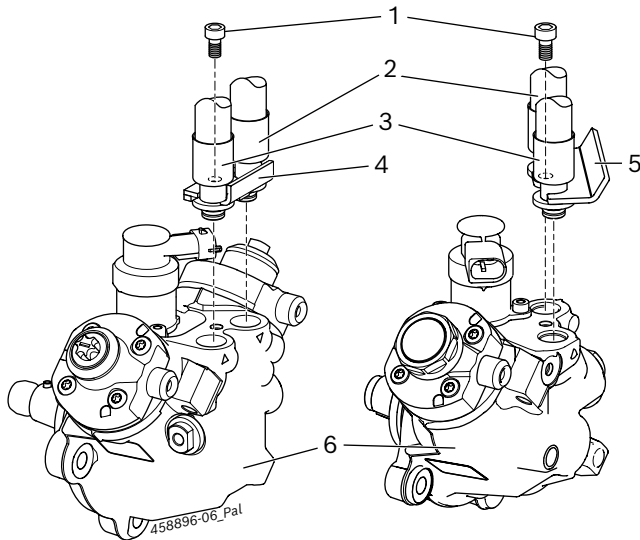

Abb. 4: Prüfanschluss CP4 mit Haltewinkel
! Zum Prüföhlanschluss der CP4 die pumpenspezifischen Schlauchleitungen 1 680 712 351 oder 1 680 712 352 verwenden. Mit pumpenspezifischem Haltewinkel 1 681 038 392 (Abb. 4, Pos. 4) oder Haltewinkel 1 681 038 430 (Abb. 4, Pos. 5) und der Innensechskantschraube M6 x 12 (Abb. 4, Pos. 1) werden die Schlauchleitungen an der CP4 befestigt. Die Schlauchleitungen, Haltewinkel und Innensechskantschraube sind im Lieferumfang vom Teilesatz 1 687 016 125 enthalten.
1. Schlauchleitung für Prüföhlzulauf (Abb. 4, Pos. 2) am Zulaufanschluss der CP4 anschließen.
2. Schlauchleitung für Prüföhlrücklauf (Abb. 4, Pos. 3) am Rücklaufanschluss der CP4 anschließen.
3. Beide Schlauchleitungen mit dem Haltewinkel 1 681 038 392 (Abb. 4, Pos. 4) oder Haltewinkel 1 681 038 430 (Abb. 4, Pos. 5) und der Innensechskantschraube M6 x 20 (Abb. 4, Pos. 1) an der CP4 befestigen.